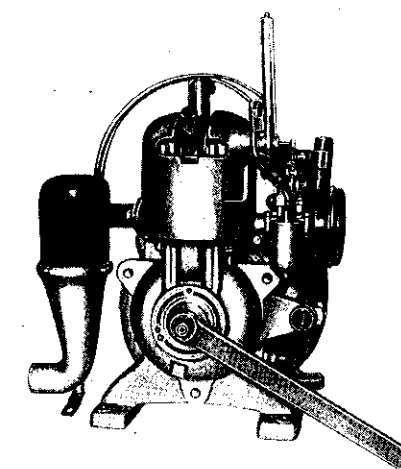

Bild 15. Gegenhalter am Kurbelwellenabtriebsstumpf ansetzen
3. Spezialgegenhalter am Kurbelwellenabtriebsstumpf ansetzen (Bild 15).